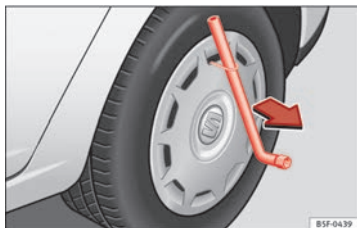

Fig. 169 Retirar el embellecedor integral.
- Retire el embellecedor integral de la rueda con el gancho de alambre ⇒ fig. 169.